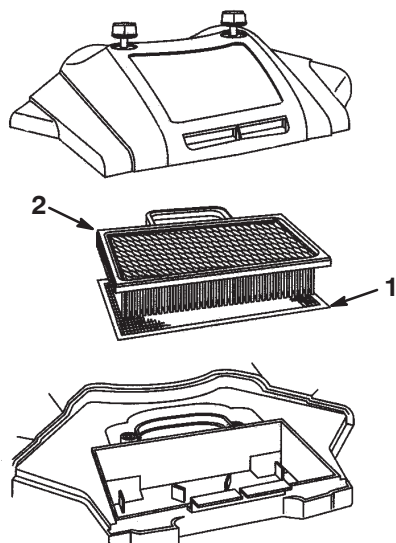

Bild 34
3. Nehmen Sie den Papiereinsatz und den Schaumeinsatz heraus (Bild 34).
3. Montieren Sie die Luftfilterabdeckung und Handräder (Bild 34).